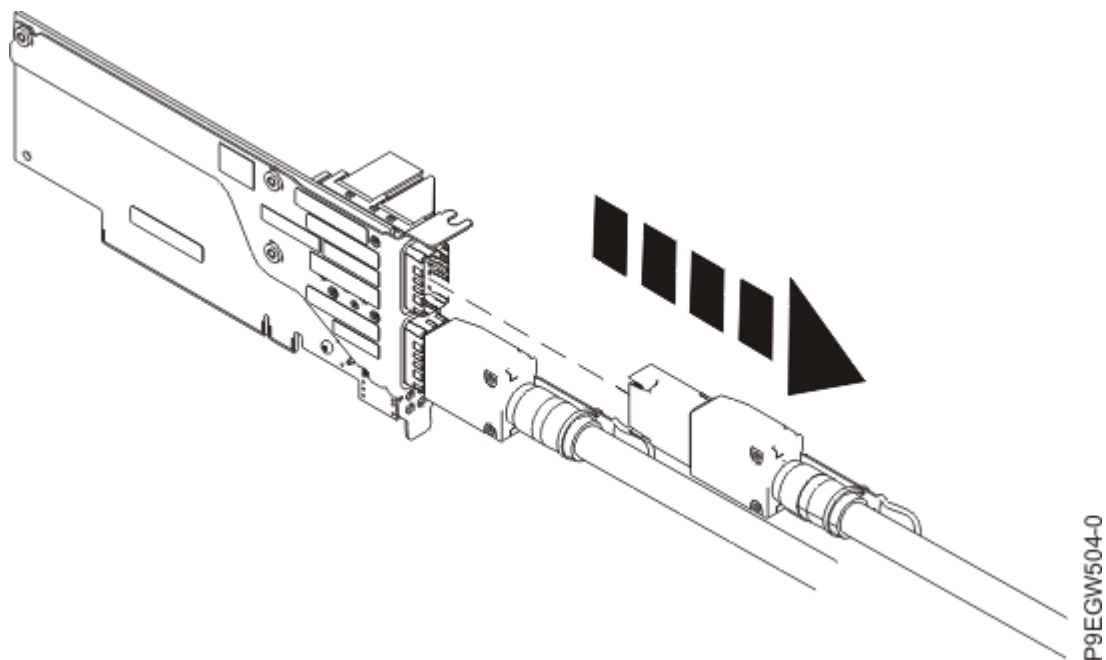

Figura 3. Extracción del cable del cajón de expansión del puerto del adaptador de cable PCIe3 en el sistema host
2. Sosteniendo el tirador, tire del cable del cajón de expansión del puerto del adaptador de cable PCIe3 en el sistema host, tal como se muestra en la Figura 3 en la página 5.